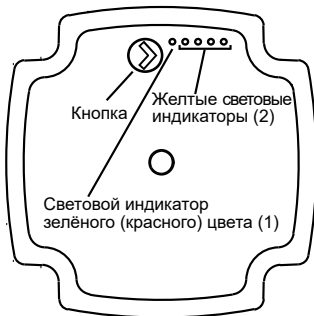

Рис. 6 Панель управления с кнопкой и пятью световыми индикаторами
Панель управления имеет кнопку, один световой индикатор зелёного (красного) цвета (1) и четыре желтых световых индикатора (2) (см. рис. 6).
Если насос обнаружит одну или более неисправностей, световой индикатор (1) (см.рис.6) изменит цвет с зеленого на красный. При этом световые индикаторы (2) (см.рис.6) будут идентифицировать неисправность согласно разделу 16. *Обнаружение и устранение неисправностей.*